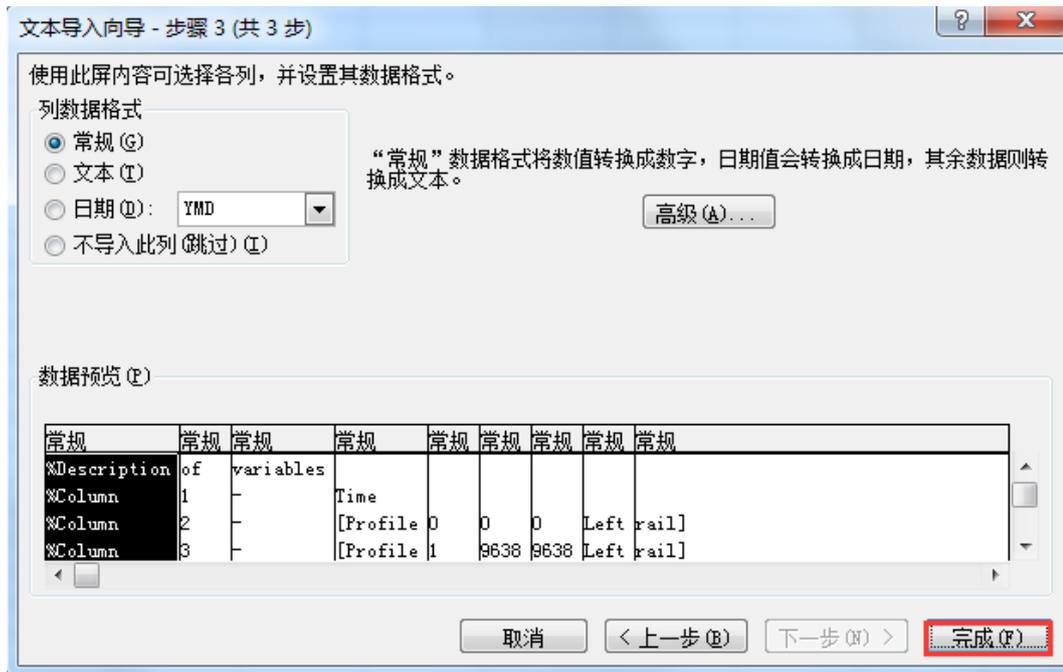

图 017-9 文本导入向导步骤 3
7、在文本导入向导第 3 步中，选择“完成”，如图 017-9;